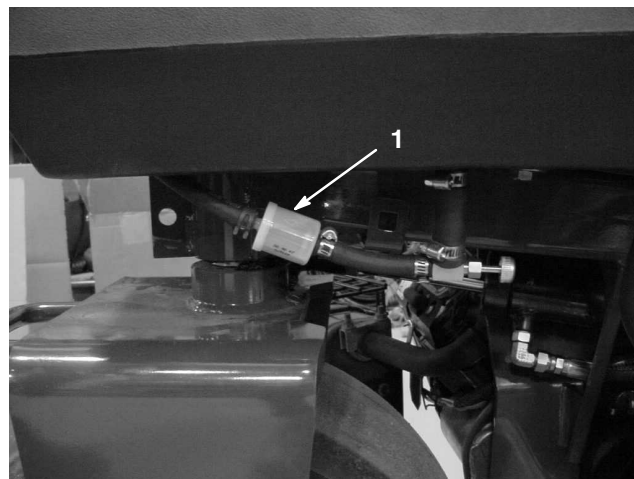

Figure 48
Le filtre à carburant est incorporé dans la conduite d'alimentation, entre le réservoir de carburant et le carburateur (Fig. 48). Remplacez le filtre toutes les 800 heures de fonctionnement, ou plus tôt si le débit de carburant est limité. Vérifiez que la flèche qui se trouve sur le filtre pointe bien dans la direction opposée au réservoir de carburant.
1. Fermez le robinet d'arrivée de carburant, desserrez le collier de flexible (Fig. 48) côté carburateur et débranchez la conduite d'alimentation du filtre.
2. Placez un bac de vidange sous le filtre, desserrez l'autre collier de flexible et déposez le filtre (Fig. 48).